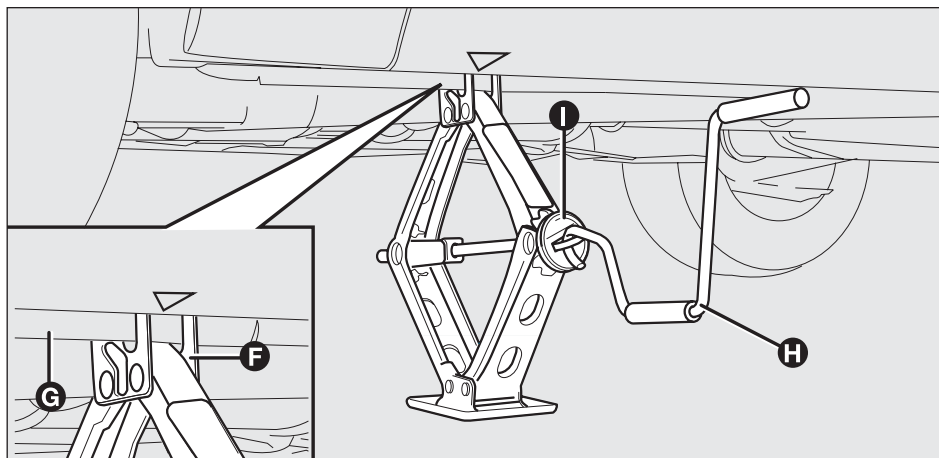

fig. 124
- ❑ s'assurer que la rainure F-fig. 124 du cric est bien calée sur l'ailette G du longeron ;